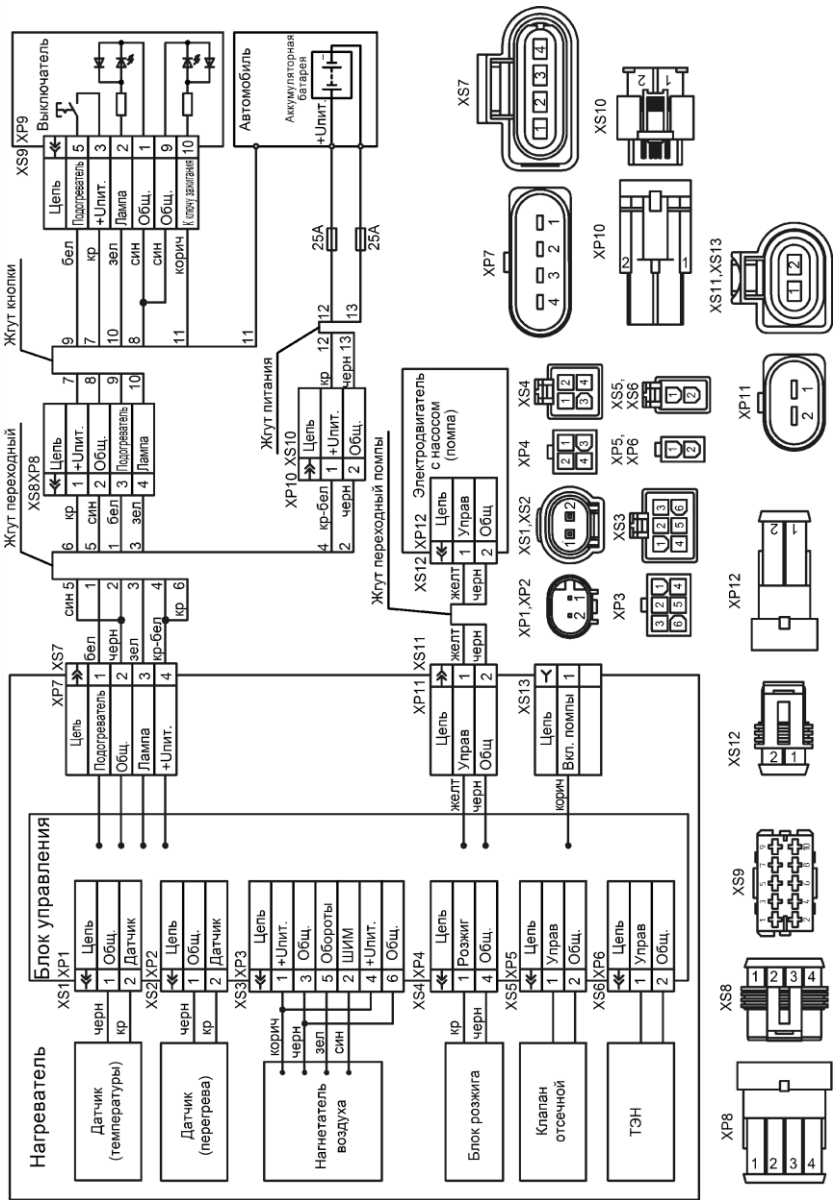

Рис. 1- Схема электрических соединений
Питание подогревателя топливом и электроэнергией осуществляется от автотранспортного средства. Схема электрических соединений подогревателя приведена на рис. 1.
8.1 Поиск неисправностей необходимо начать с проверки контактов разъемов проверяемых цепей (см. схему электрических соединений на рис.1).
\* для разблокировки необходимо после включения подогревателя в течение 20 секунд снять колодку XS7 с подогревателя и через 5 секунд подключить колодку XS7 обратно (согласно схеме электрических соединений, рис.1). Данная процедура выполняется 3 раза.